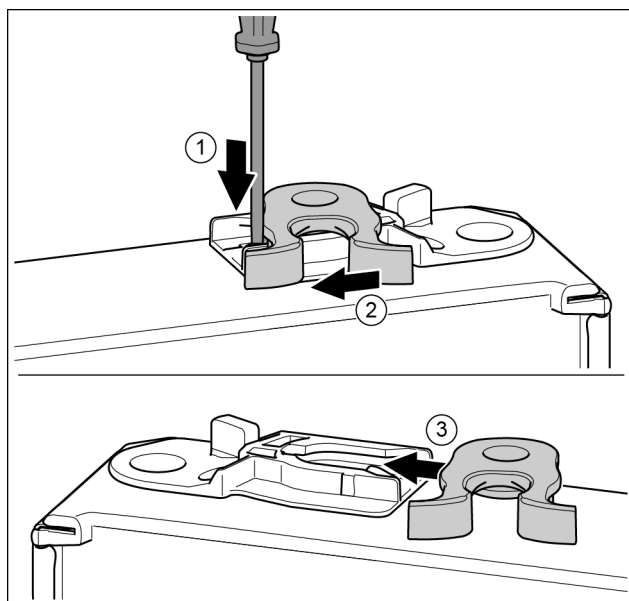

Fig. 18*
- 用带槽螺丝刀向下按住接片。* Fig. 18 (1)
- 将锁钩从导向装置拉出。* Fig. 18 (2)
- 将另一侧的锁钩推入导向装置。* Fig. 18 (3)